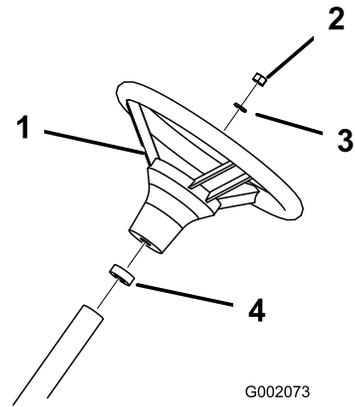

Figura 4
3. Fije el volante a la columna con la tuerca (Figura 4).